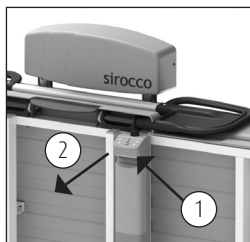

Abbildung 9 Akku.
- Der Akku befindet sich am Kopfende der Liege (Siehe Abbildung 9).
- Um den Akku zu entfernen, lösen Sie mit einer Hand die Entriegelung (1) des Akkus und schieben Sie den Akku nach rechts (Siehe Abbildung 9).